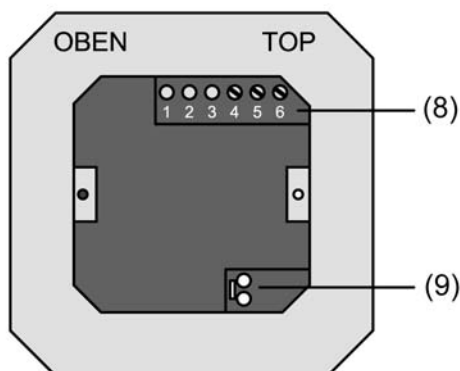

Bild 3: Klemmen-Einsatz mit Anschlüssen
(8) Anschlussleiste Binäreingänge
(9) Anschluss KNX
- Die abisolierten Busleitungen in die Anschlussklemme (9) im Klemmen-Einsatz einstecken (Bild 3)